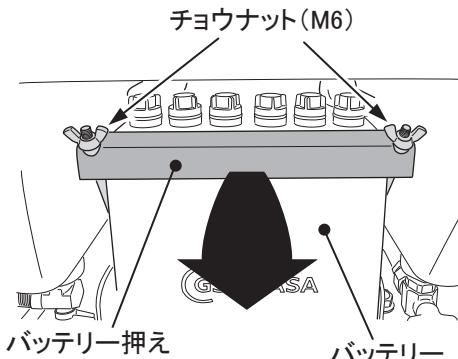

図 45
- 本機後部の水タンク内にバッテリーが装備されています。2か所のチョウナット(M6)をゆるめてからバッテリー抑えを手前に倒します。(図45)